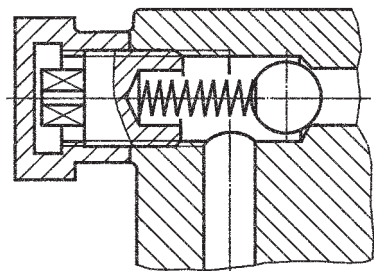
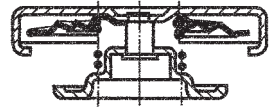

图 2
图 6
3.2 型材直径或厚度在图形上等于或小于 2 mm 的螺旋弹簧、碟形弹簧、片弹簧允许用示意图绘制(图 2、3、4)。当弹簧被剖切时,剖面直径或厚度在图形上等于或小于 2 mm 时也可用涂黑表示(图 6)。